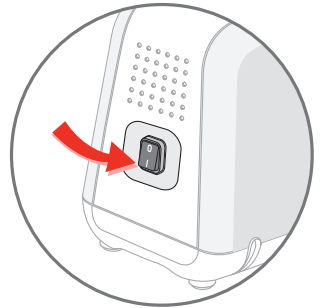

fig.4
- Установите выключатель, находящийся на задней части прибора, в положение «I» (рис. 4).
- Поместите кусочки мяса в блок рубки и, в случае необходимости, подтолкните их при помощи толкателя (2).